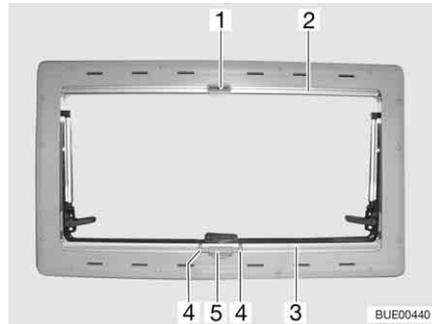

Fig. 68 Fenêtre projetante
- Appuyer sur la poignée (Fig. 68,4) et tirer de bas en haut le store occultant (Fig. 68,3) jusqu'à la hauteur souhaitée.
- Appuyer sur la poignée (Fig. 68,4). Le dispositif de blocage sera alors débloqué.
- Laisser revenir lentement le store occultant (Fig. 68,3) sur la position initiale.
- Tirer la moustiquaire (Fig. 68,2) vers le bas jusqu'à ce qu'elle touche le store occultant (Fig. 68,3) et que le verrou (Fig. 68,1) s'enclenche dans le dispositif de verrouillage (Fig. 68,5).
- Débloquer le verrou (Fig. 68,1).